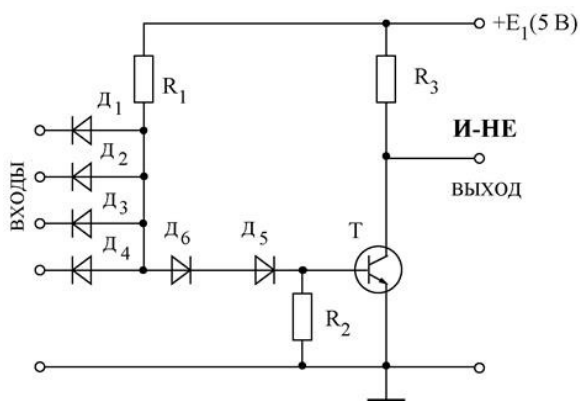

Рис.8 Элемент И-НЕ в ДТЛ
**В базовых элементах семейства ДТЛ** отказались от резисторов и конденсаторов в цепях без транзисторов и используют вместо них диоды. Базовый элемент семейства ДТЛ, выполняющий операцию И-НЕ, приведен на рис. 8.